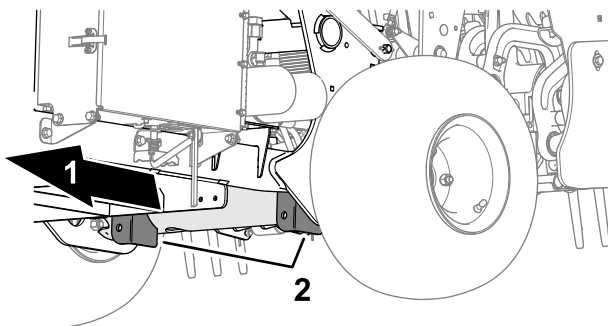

Bild 139
- Stellen Sie den Ständer sicher unter die Rahmenplatte, sodass er sich gerade innen im Hinterrad befindet (Bild 139).